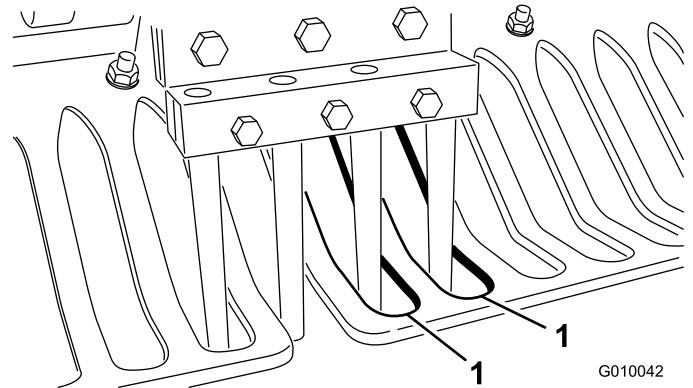

Figure 26
6. Vérifiez que les louchets sont bien alignés au centre des espaces dans les protège-gazon (Figure 26). Réglez les protège-gazon au besoin et serrez les écrous.